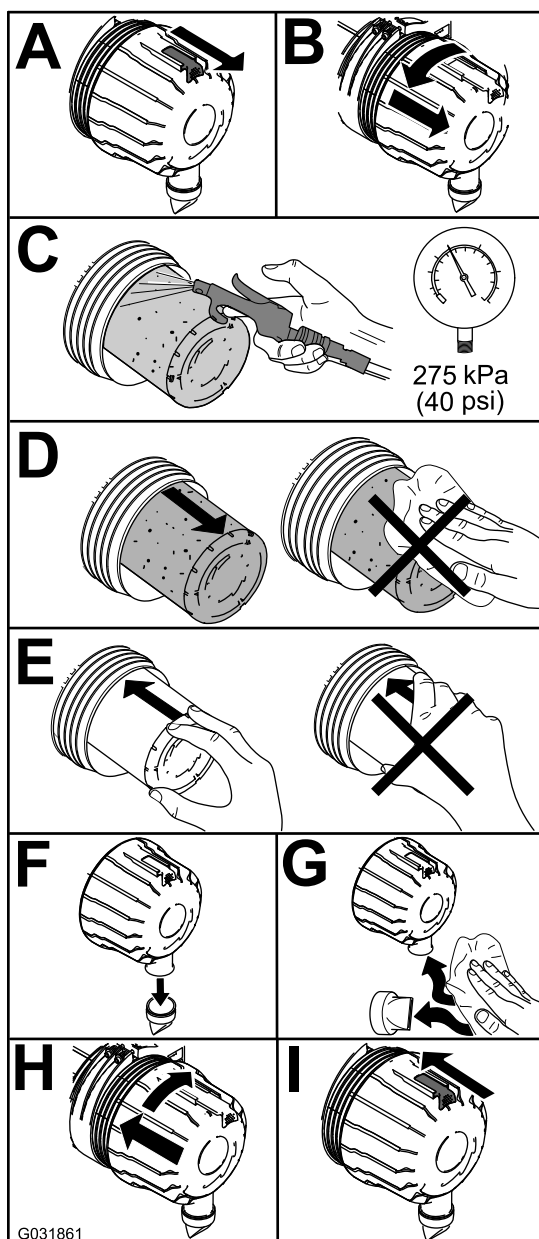

Figura 74
1. Substitua o filtro de ar (Figura 74).